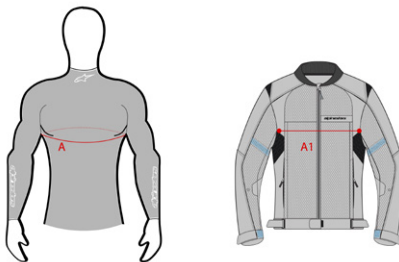

Figure 8
WARNUNG! Tech-Air® 3 V2 in den Größen „S“ oder größer darf mit einer Tech-Air® Ready Alpinestars Schutzkleidung der gleichen Größe des Systems oder mit einer Alpinestars Schutzkleidung, die nicht Tech-Air® Ready ist, getragen werden, sofern die Größe der Alpinestars Schutzkleidung eine Größe größer ist als die Größe des Systems oder unabhängig davon, ob es sich um eine Alpinestars Schutzkleidung handelt oder nicht, die folgenden Kriterien erfüllt: Für den Brustbereich messen Sie den Brustumfang (A) und die Breite des Kleidungsstückes im Brustbereich (A1). Das Kleidungsstück ist mit dem Tech-Air® 3 V2 System kompatibel, wenn $A1 > 0,5 \times A + 12 \text{ cm}$ ($A1 > 0,5 \times A + 4,72 \text{ in}$) (siehe nachstehende Abbildung 8)